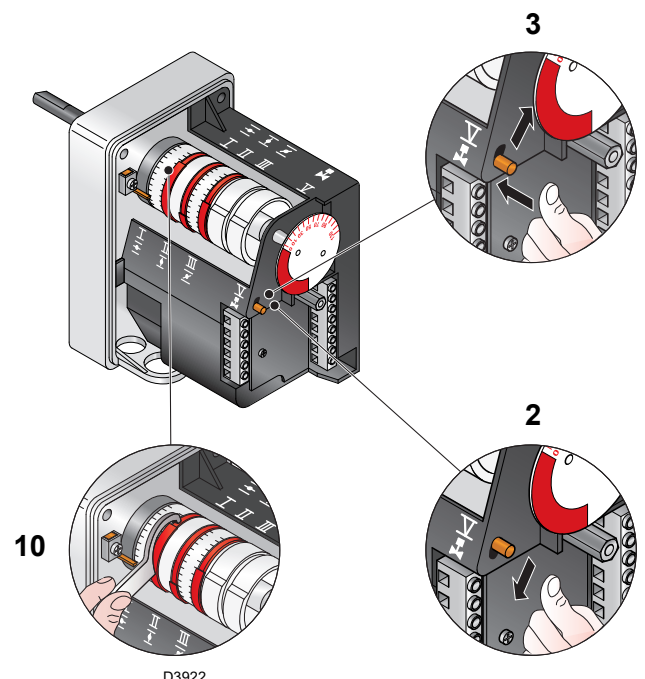

Fig. 29
- Se bisogna diminuirla, ridurre un poco l'angolo della camma III (Fig. 29) con piccoli spostamenti successivi, cioè portarsi dall'angolo 65° a 63° - 61°....
- Se bisogna aumentarla, premere un poco il pulsante "aumento potenza" 2)(Fig. 27) (aprire di 10-15° la farfalla del gas), aumentare l'angolo camma III (Fig. 29) con piccoli spostamenti successivi, cioè portarsi dall'angolo 65° a 67° - 69°.... Quindi premere il pulsante "diminuzione potenza" fino a riportare il servomotore nella posizione di minima apertura e misurare la portata del gas.